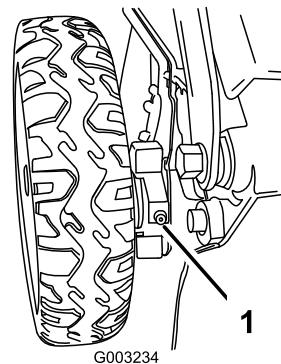

Bild 50
1. Wischen Sie die Schmiernippel innen an den Hinterrädern mit einem sauberen Lappen ab (Bild 50).